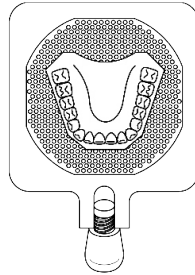

Abb. 4
3. Legen Sie den Abdruck auf die Vakuumplatte (Abb. 4).